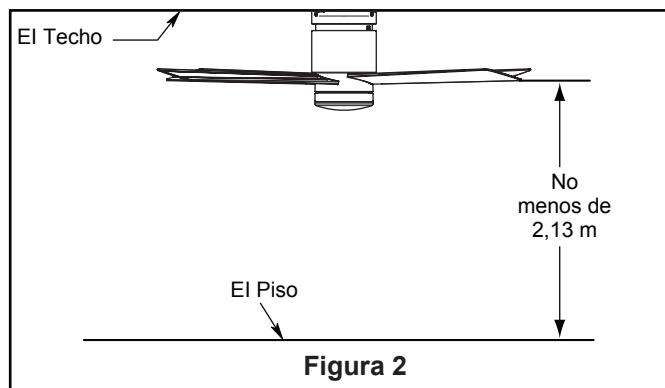

Figura 2
Uso de perfil profundo (Figura 2)
Debe colgar el ventilador a una distancia mínima de 2,13 m desde las aspas hasta el piso. (Figura 2)
- ☐ 2. Instale la cubierta del cable del kit de iluminación en la unidad del motor usando las dos ranuras con clave. Sustituya el tornillo extraído y fije bien los tres tornillos. (Figura 2)
- ☐ **2.** Restaure la fuente de alimentación de la toma de corriente enciendo la electricidad del fusible principal. (Figura 2)